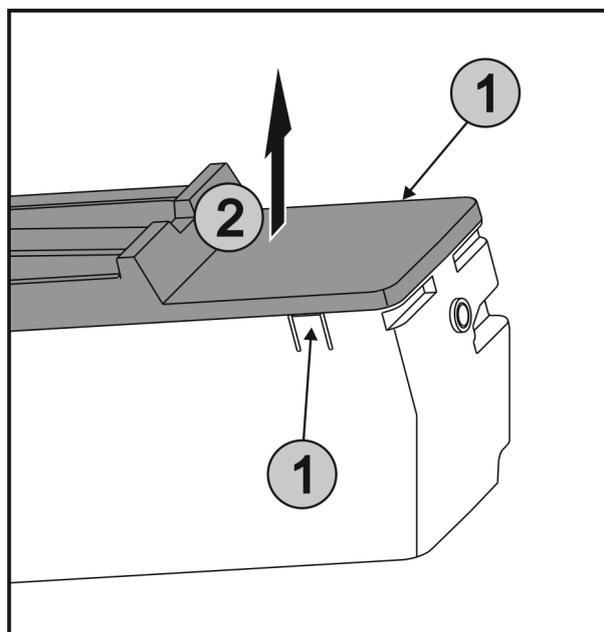

Fig. 29
- ▶ Appuyer simultanément sur les languettes Fig. 29 (1) des deux côtés de l'EasyTwist-Ice et retirer le couvercle Fig. 29 (2) vers le haut.